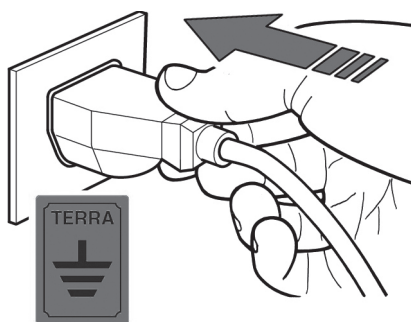

fig. 10
- È obbligatorio che l'apparecchiatura completa sia collegata adeguatamente ad una efficiente presa a terra (fig.10).
- 2) Inserire la spina di alimentazione della Vetrina sulla presa fornita dal cliente (fig.10) assicurandosi che la stessa disponga del contatto di terra e che non ci siano prese multiple connesse .